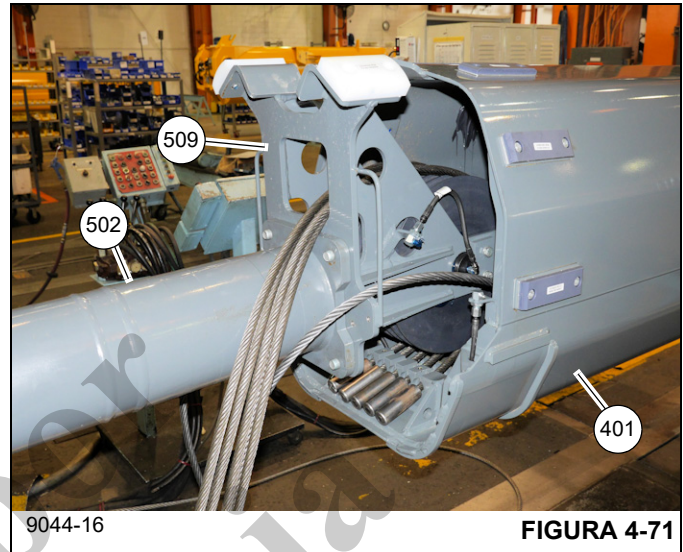

FIGURA 4-71
polea (509) de la cabeza del cilindro esté dentro de la sección telescópica 3 (401) (vea la Figura 4-71).